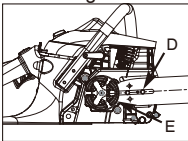

Fig. 3C
6. Plasser åpningsenden av styreskinnen over skinnboltene (D). Skyv styreskinnen bak koblingstrømmelen (E) til styreskinnen stopper. (Fig. 3C)